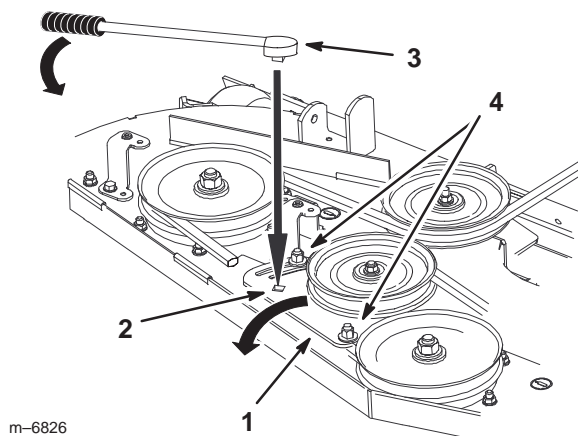

Figure 76
4. Desserrez l'écrou de fixation de la plaque de la poulie de tension et déplacez la plaque pour détendre la courroie sur la poulie de tension. Déposez la courroie usée du plateau de coupe (Fig. 76).
5. Si un réglage est nécessaire, desserrez la plaque du bras de tension et effectuez le réglage (Fig. 76).
6. Insérez un manche à rochet ou une barre de levier dans le trou carré de la plaque pour régler la tension (Fig. 76).
7. Pour augmenter la tension de la courroie, tournez la plaque de la poulie de tension jusqu'à ce qu'une résistance soit sentie et que la rotation s'arrête. Ne continuez pas quand elle s'arrête (Fig. 76).
8. Serrez les boulons de fixation de la plaque (Fig. 76).
10. Réglez la tension de la courroie et la plaque de la poulie de tension au besoin et serrez fermement toutes les fixations (Fig. 76).